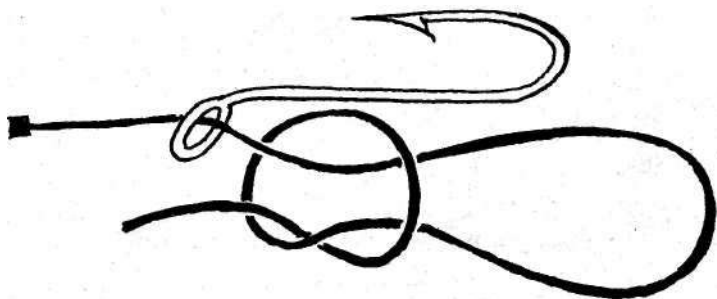

Рис. 54. Скольльзящий узел
**Способ завязывания узла:** пропустив леску через ушко крючка, формируем скольльзящий узел, в петлю которого вставляем цевье крючка **рис. 54**. Затягиваем узел на цевье крючка. Узел готов.